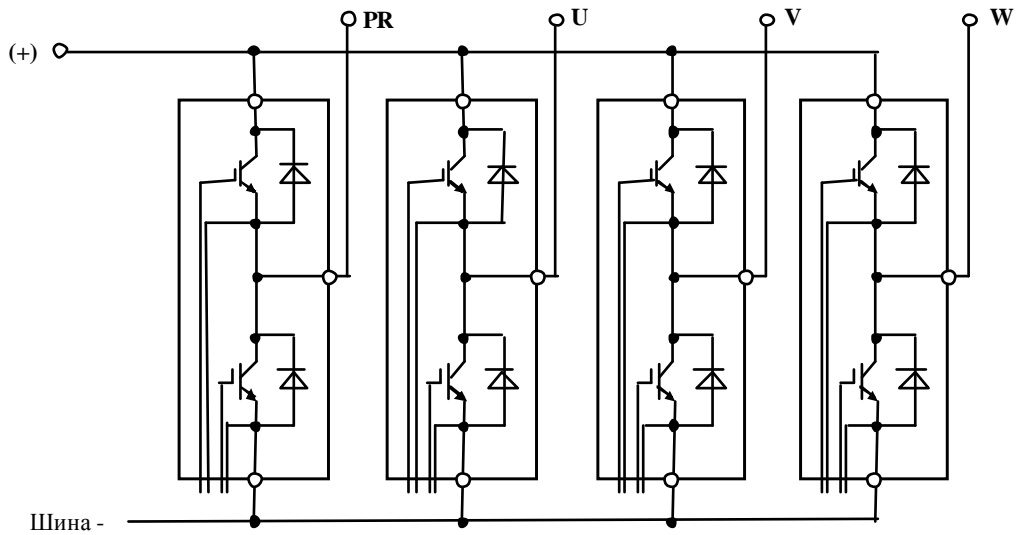

Рис.4.10
4.8.1. Электрическая принципиальная схема модулей IGBT приведена на рис.4.10. (на схеме также показаны внешние силовые клеммы ГЧ).